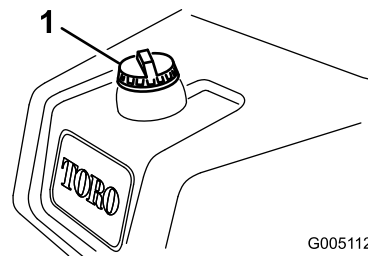

Рисунок 29
1. Очистите области вокруг крышки топливного бака и снимите ее (Рисунок 29).